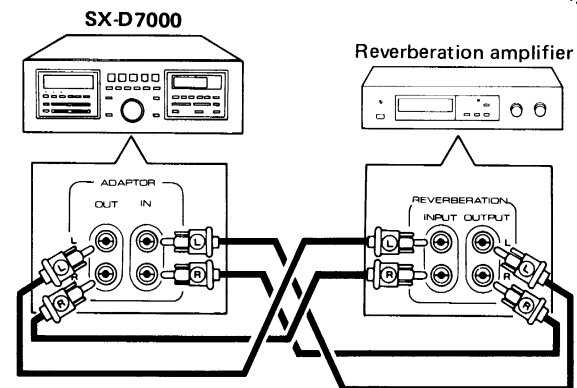

Fig. 5
**ADAPTOR JACK CONNECTIONS (Fig. 5)**